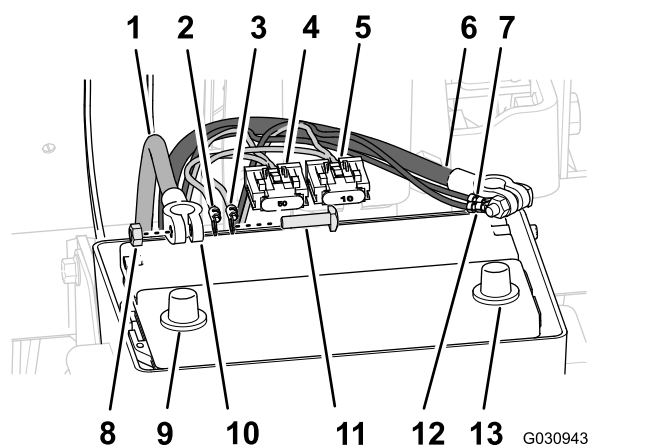

Figure 178
1. Acheminez la borne positive (câble rouge), la borne négative (câble noir) et le porte-fusible de 50 A du faisceau de câblage arrière vers le haut, entre le boîtier de la batterie et le châssis de la machine (Figure 178).
3. Retirez les boulons en T et les écrous hexagonaux qui fixent les câbles de batterie positif et négatif (Figure 178).
4. Insérez un boulon en T dans la borne positive (câble rouge) du faisceau de câblage arrière, la borne positive du faisceau électrique de navigation et la borne du câble de batterie positif (Figure 178).
5. Fixez légèrement les bornes et le boulon en T avec un écrou hexagonal (Figure 178).
6. Insérez un boulon en T dans la borne négative (câble noir) du faisceau de câblage arrière, la borne négative du faisceau électrique de navigation et la borne du câble de batterie négatif (Figure 178).
- Fixez légèrement les bornes et le boulon en T avec un écrou hexagonal (Figure 178).